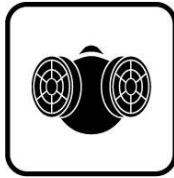

Рис. 1
- Управление шлифмашинной осуществляется нажатием курка (Рис. 1).